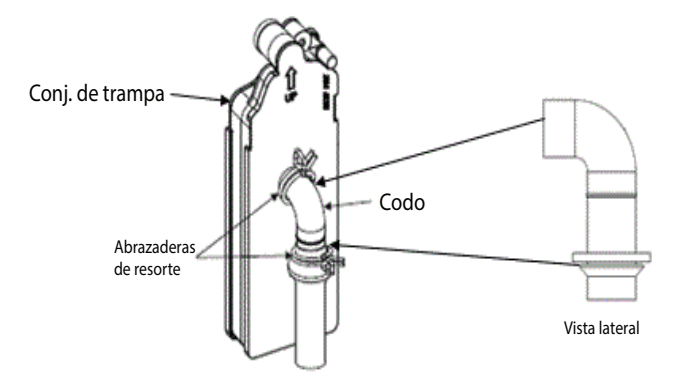

Fig. 24 – Conexión del drenaje de condensación
- Conecte el codo completo a la salida de la trampa de condensado con una abrazadera de resorte. La tubería de drenaje debe estar bien alineada para que el codo y la arandela no se doblen (consulte la Fig. 24).
- Abra la abrazadera de resorte e inserte el extremo largo del adaptador o la tubería de CPVC de 1/2 pulg. en el adaptador de la tubería de drenaje (consulte la Fig. 24).